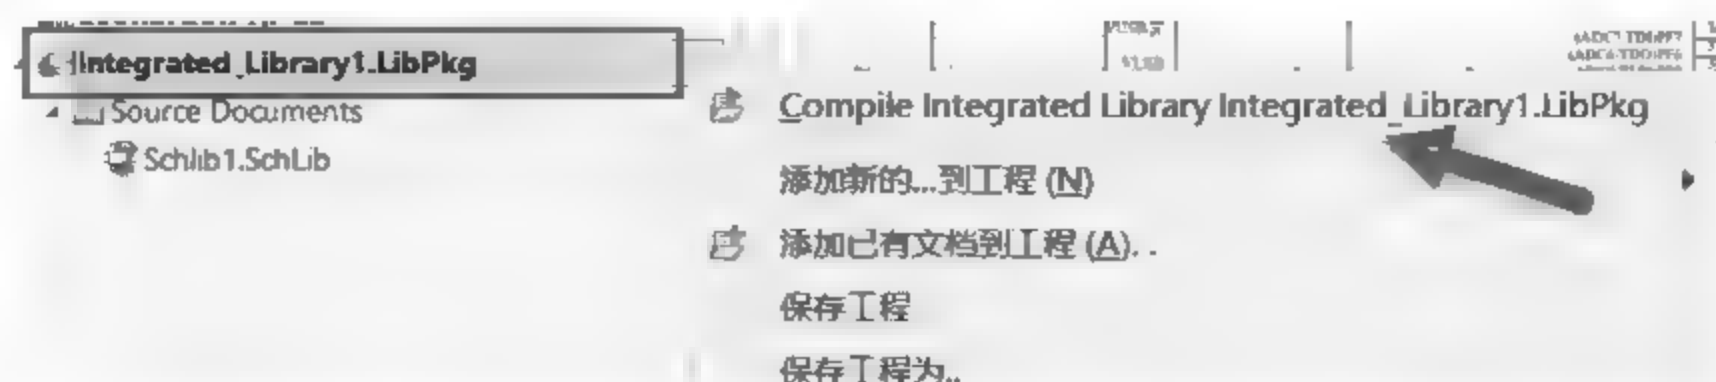

图 3-74 编译集成库
(5) 将光标移动到 Integrated_Library1.LibPkg 位置,单击鼠标右键,执行 Compile Integrated Library Integrated_Library1.LibPkg(编译集成库)命令,如图 3-74 所示。